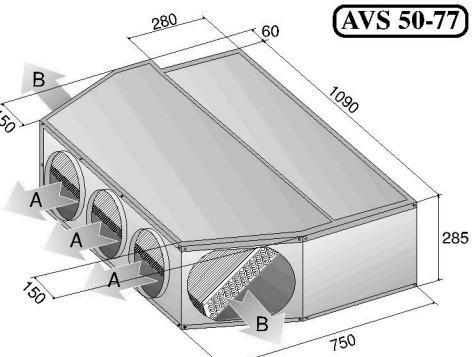

Рис. 4
Внутренний агрегат может быть либо подвешен к потолку, либо установлен на твердой (бетонной или другой) поверхности. Размеры внутреннего агрегата приведены на рис. 4.
- Установите положения четырех монтажных кронштейнов и отметьте места анкеров (при помощи шаблона, прилагаемого к агрегату). См. рис. 4а.
Примечание: Установите блок, обеспечив между задней стенкой кондиционера и стеной зазор в 50 мм для технического обслуживания. (См. Рис. 4а).
- Отметьте на потолке положения четырех монтажных отверстий согласно рис. 4. Воспользуйтесь для этой цели шаблоном, прилагаемым к агрегату. Закрепите соединительные детали ① и ② (см. рис. 4а) в четырех точках, отмеченных на потолке. Если не удается воспользоваться деталями ②, используйте вместо этого детали ③. Не используйте соединительные детали ① вместо деталей ③.
- Установите четыре винта ⑤ (см. рис. 4а), чтобы закрепить монтажные крючки на агрегате.
Если этого требуют условия установки агрегата, решетка легко может быть перемещена на его верхнюю (см. рис. 4а) или нижнюю сторону.
- Агрегат снабжен тремя передними воздуховодами А, двумя боковыми воздуховодами В и одним верхним воздуховодом С (см. рис. 4).
Рис. 4а